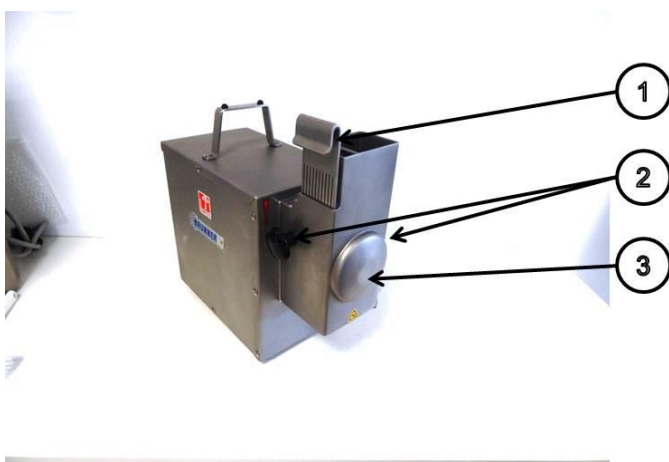

Abbildung 12: Einleitkamm einsetzen
Nun kann das Schnetzlergehäuse (3) in Abbildung 12 wieder montiert und mit den 2 Sterngriffschrauben festgezogen werden, es ist darauf zu achten, dass das Gehäuse bündig an der Maschine anliegt. Jetzt kann der Einleitkamm (1) senkrecht eingesetzt werden!